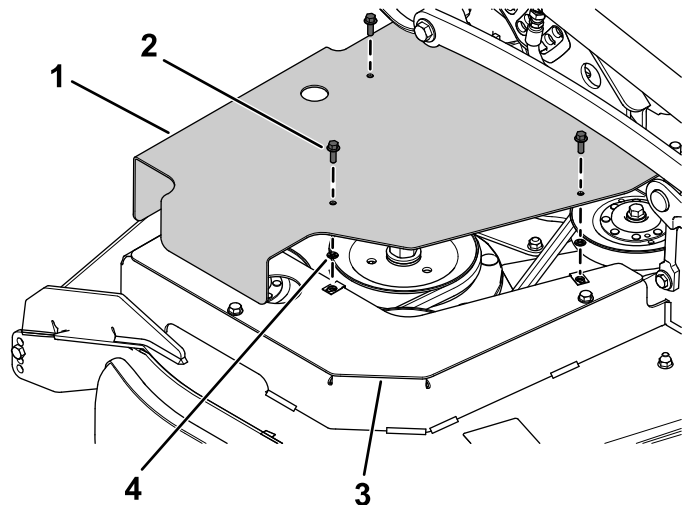

Рисунок 5
3. Зафіксуйте праве огородження пасової передачі до правого огородження шківів із застосуванням 3 гвинтів з фланцевою головкою (1/4 x 3/4 дюйма) та 3 стопорних шайб (Рисунок 5).